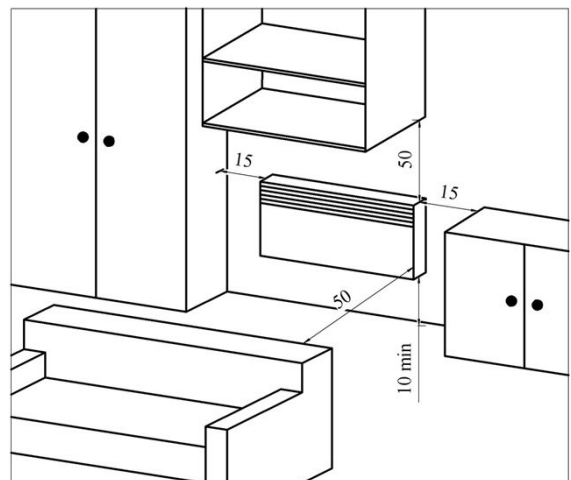

Рис. 2
Розміщення конвектора на опорах в приміщенні аналогічне (див. рис.2), при цьому відстань від задньої стінки конвектора до предметів (меблі, штори і т. п.) повинна бути не менше 15 см
4.7 Розміщення конвектора на опорах в приміщенні аналогічне (див. рис.2), при цьому відстань від задньої стінки конвектора до предметів (меблі, штори й т. п.) повинна бути не менше 15 см.